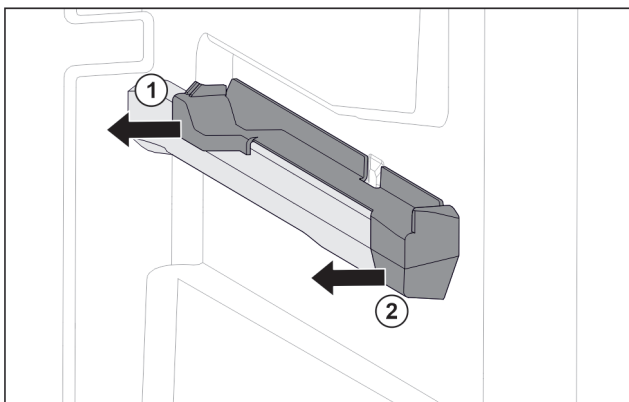

Fig. 31 Вставна частина на правому ребрі для резервуару
- ▶ Відсунути вставну частину назад вбік. Fig. 31 (1)
- ▶ Відсунути вставну частину вперед вбік. Fig. 31 (2)